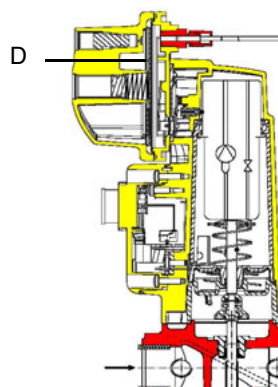

Рис. 10
**⚠ ВНИМАНИЕ:** диафрагма D исполнительного механизма SKP2 должна находиться в вертикальном положении (Рис. 10).